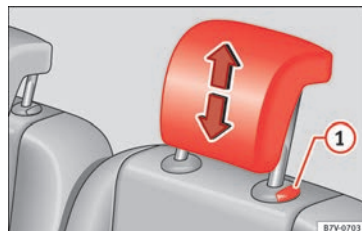

Abb. 153 Einbau der Kopfstützen der zweiten der dritten Sitzreihe.
- Bei gedrücktem Knopf die Kopfstütze »» **Abb. 153**  entnehmen.